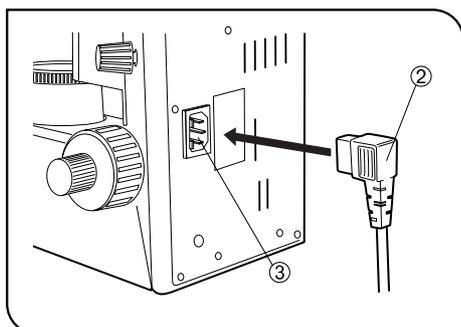

Abb. 5
1. Den Stecker des Netzkabels ② in die Netzanschlußbuchse ③ einstecken. (Abb. 5)